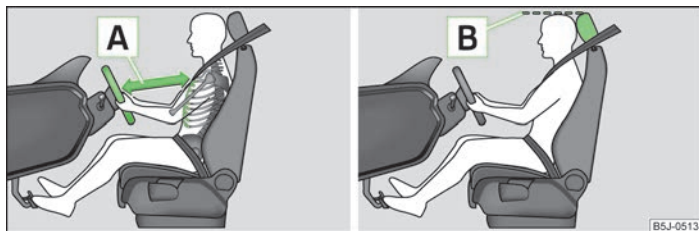

Fig. 96 Distancia correcta del conductor al volante/Ajuste correcto del reposacabezas
- Ajustar el volante de tal modo, que la distancia » fig. 96 entre el volante y el esternón sea, como mínimo, de 25 cm.
- Ajustar el reposacabezas de tal modo, que el borde superior » fig. 96 de la página 106 » página 106 del mismo se encuentre dentro de lo posible a la misma altura que la parte superior de su cabeza.
- Ajustar el reposacabezas de tal modo, que el borde superior » fig. 96 de la página 106 » página 106 del mismo se encuentre dentro de lo posible a la misma altura que la parte superior de la cabeza.